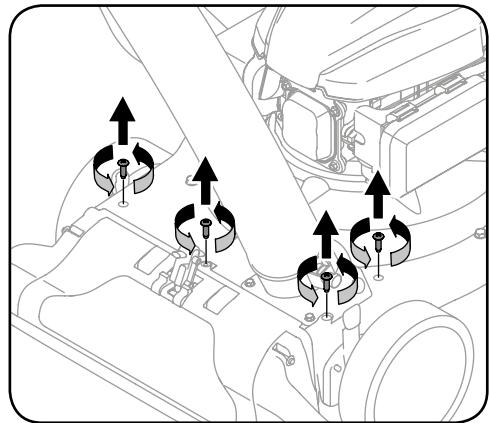

Рисунок 7-9
- 11 Выкрутите из верхнего кожуха четыре винта, удерживающие крышку сопла. См. рисунок 7-9.